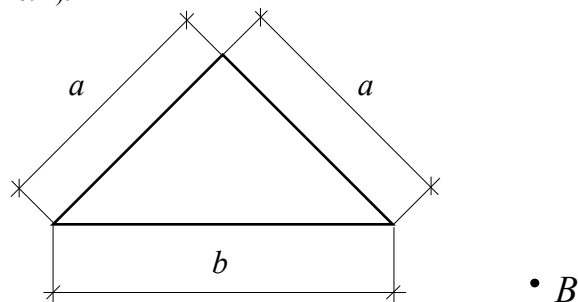

Рис. 2.
17. Проведите главные оси для равнобедренного треугольника, используя точку B (рис. 2).